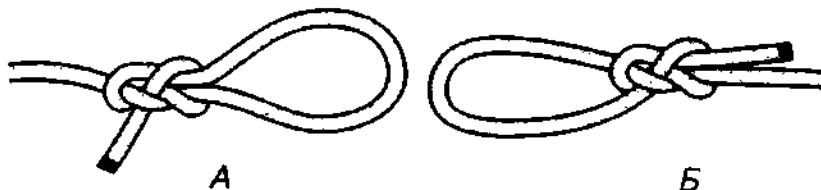

Рис. 409. *Трансформер* (A) – это защемляющий узел (B), ходовой и коренной концы у которого выходят с разных сторон узла.
*Трансформер* – это «перевёрнутый» защемляющий узел (рис. 409). *Трансформер* лишний раз подтверждает хорошие свойства защемляющего узла, который, даже в перевёрнутом виде всё равно отлично работает и не теряет свои замечательные свойства регулируемой петли.